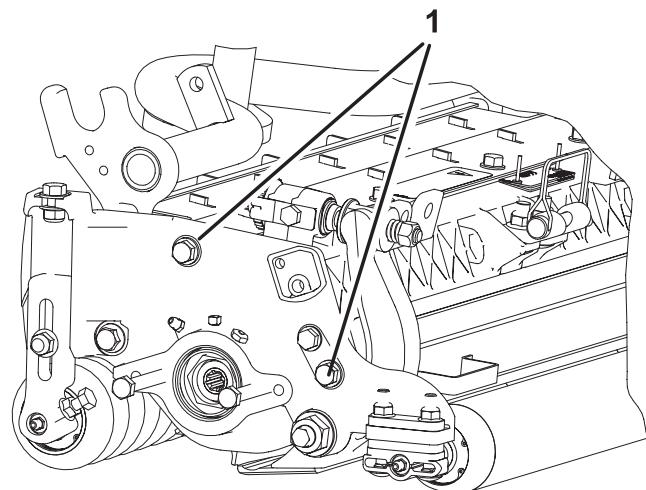

Bild 10
**Hinweis:** Die Position der hinteren Rolle zur Spindel wird von den Drehtoleranzen der montierten Komponenten gesteuert. Ein Parallelisieren ist nicht erforderlich. Sie können minimale Einstellungen vornehmen, wenn Sie das Mähwerk auf eine Arbeitsfläche stellen und die Befestigungsschrauben der Seitenplatte lockern (Bild 10). Nehmen Sie die Einstellung vor und ziehen Sie die Schrauben wieder fest. Ziehen Sie die Schraube auf 37–45 Nm fest.